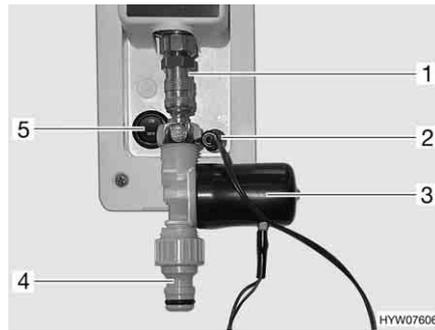

Fig. 160 Allacciamento acqua potabile COLORADO
Inserire l'unità valvola sul gancio della chiusura rapida (Fig. 160,1) sul veicolo.
- Inserire un tubo flessibile per l'acqua con il gancio, sul gancio della chiusura rapida (Fig. 160,4).
- Inserire la spina (Fig. 160,2) per l'alimentazione elettrica della valvola di non ritorno (Fig. 160,3).
- Portare l'interruttore a bilico (Fig. 160,5) in posizione "OFF". La pompa dell'acqua nel veicolo non è in funzione.
- Portare l'interruttore a bilico (Fig. 160,5) in posizione "ON". La pompa dell'acqua nel veicolo è di nuovo in funzione.
- Estrarre la spina (Fig. 160,2) per l'alimentazione elettrica della valvola di non ritorno.
- Spingere verso l'alto l'anello di fissaggio sul gancio della chiusura rapida (Fig. 160,1), rimuovere l'unità valvola e depositarla in un ambiente protetto dal gelo.